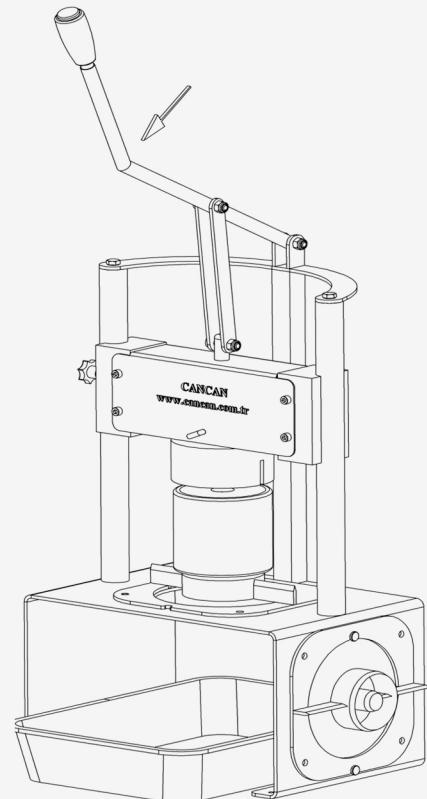

Рисунок 5
- ✓ За ранее обрезанный с двух сторон ананас установите на лезвие ножа, по желанию можете выбрать любую сторону плода. (Рисунок 5)